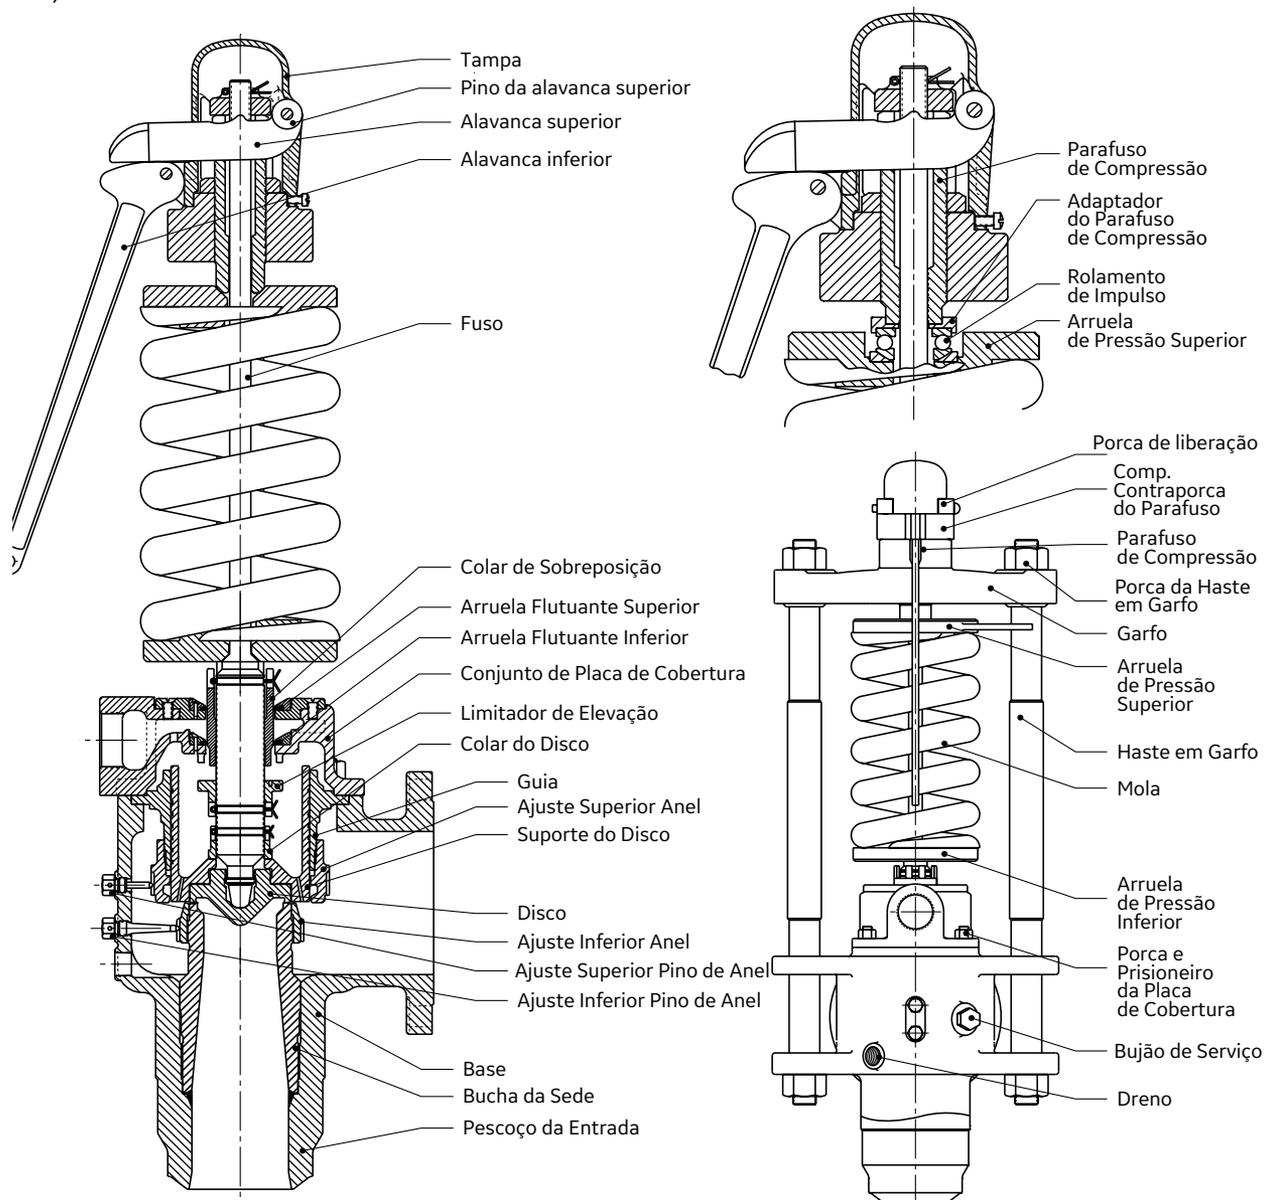

Figura 37: Hydroplug
Consulte a Figura 37 na Seção XVIII.B. Remova o pino da alavanca superior e a alavanca superior e então afrouxe o parafuso. Remova a tampa e alavanca de soltura como um conjunto. A porca
3. Certifique-se sempre de que todas as peças estejam limpas e livres de sujeira e material estranho. Sujeira presa nas superfícies de assentamento ou na entrada, quando a válvula é remontada, irá danificar as sedes. Remonte a válvula conforme descrito na Seção XV deste manual. O olhal na arruela de pressão superior deve estar no lado esquerdo da válvula quando estiver de frente para a saída. (Consulte a Figura 37).
5. Remova a alavanca superior da tampa e remonte na posição de acordo com a Figura 37. Se posicionada adequadamente, a alavanca superior deve ter 0.125" (3.175 mm) de movimento vertical antes de engatar a superfície inferior da porca de liberação. Agora a válvula está pronta para o teste de campo inicial, no vapor, para verificar o ponto de ajuste da válvula e a purga.